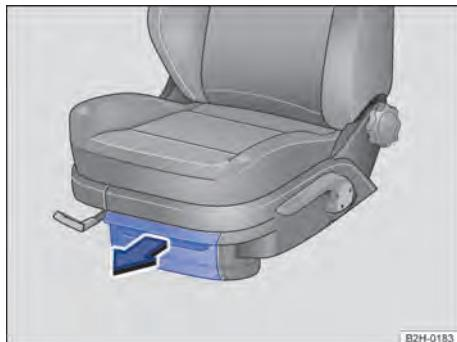

Fig. 99 Porta-objetos abaixo dos bancos dianteiros: porta-objeto com tampa (variante 1).
- Para *abrir* a tampa, rebater o fecho para dentro e abrir no sentido da seta → Fig. 99.